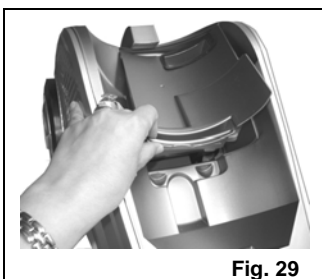

Fig. 29
7. Tournez la chambre cyclonique dans le sens des aiguilles d'une montre jusqu'à ce que la barre simple de la chambre cyclonique soit au-dessus des trois (3) barres du contenant de poussière. (Fig. 29)
3. Enlevez le couvercle des filtres avant le moteur. (Fig. 29)